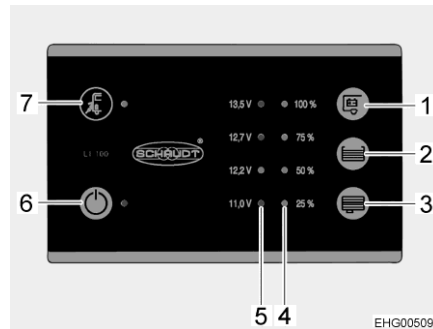

Bild 73 Panel (LT 100)
Netzanschluss Die gelbe LED beim Symbol Netzanschluss "⚡" (Bild 73,7) leuchtet, wenn das Fahrzeug an eine externe Netzversorgung angeschlossen ist. Die LED leuchtet dann auch bei ausgeschaltetem Panel.
Der 12-V-Hauptschalter (Bild 73,6) schaltet das Panel und die 12-V-Versorgung des Wohnraums ein und aus.
- Schalter "⏻" (Bild 73,6) drücken: Die 12-V-Versorgung des Wohnraums ist eingeschaltet. Die LED leuchtet grün.
- Schalter "⏻" (Bild 73,6) erneut drücken: Die 12-V-Versorgung des Wohnraums ist ausgeschaltet. Die LED erlischt.
Die LED-Skala (Bild 73,5) zeigt die Batteriespannung der Wohnraumbatterie wie folgt an:
- Taste "E" (Bild 73,1) drücken: Die Batteriespannung der Wohnraumbatterie wird angezeigt.
Die LED-Skala (Bild 73,4) zeigt den Füllstand des Frischwassertanks oder des Abwassertanks an.
Taste "☰" (Bild 73,2) drücken: Der Füllstand des Frischwassertanks wird durch leuchtende LEDs angezeigt.
Taste "☷" (Bild 73,3) drücken: Der Füllstand des Abwassertanks wird durch leuchtende LEDs angezeigt.